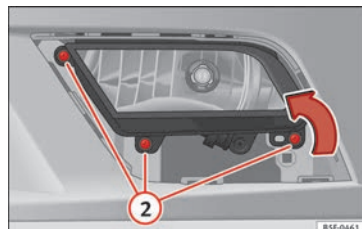

Abb. 111 Nebelscheinwerfer
- Entfernen Sie die Schrauben (3x) » Abb. 111 (2), um den Nebelscheinwerfer herauszunehmen.